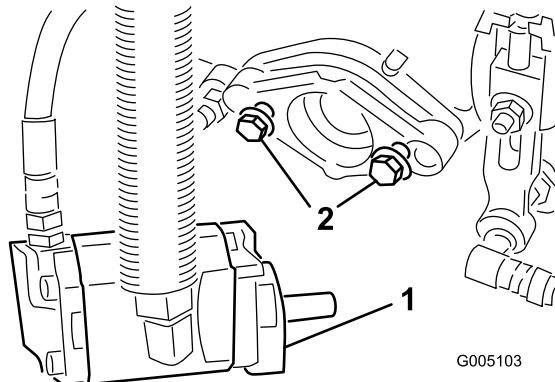

Figura 14
- Coloque los pernos de montaje del motor de tracción del molinete en cada unidad de corte. Deje expuesta 1/2 pulgada (13 mm) aproximadamente de rosca en cada tornillo de montaje (Figura 14).
- Apriete los pernos de montaje** (Figura 14).